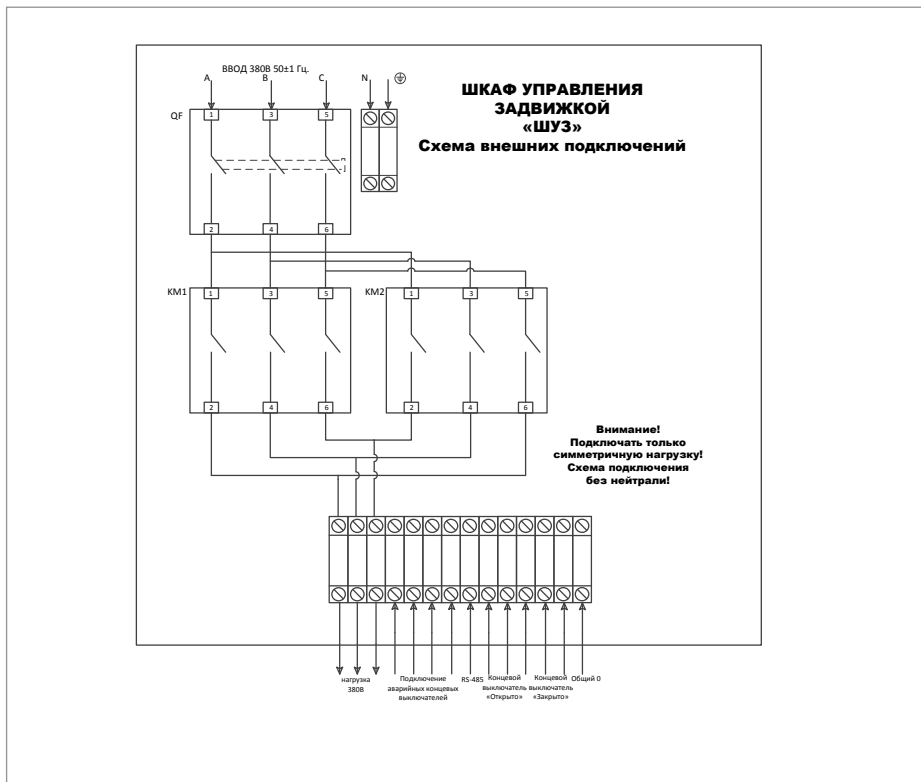

Рисунок 10. Схема внешних подключений к шкафу управления задвижкой «ШУЗ»
2. Подключение соединительных линий выполняйте в соответствии с проектной документацией и схемой на Рисунок 10.
- 3.3. Подключите к шкафу провода питающего сетевого напряжения, цепи нагрузки, сигнальные провода и контроля состояния согласно схеме электрической (Рисунок 10);